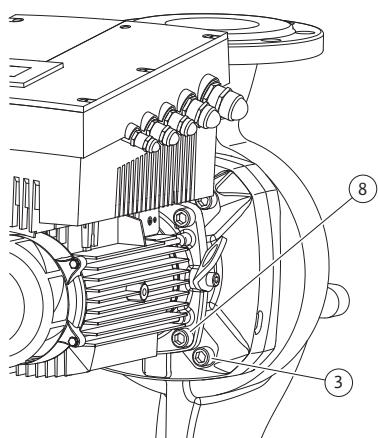

Fig. 52: Fijación opcional del juego de introducción
- Afloje los tornillos (Fig. 7, pos. 3) y retírelos. Los tornillos exteriores (Fig. 52, pos. 3) se retiran en función del modelo de bomba. A pesar de haber retirado los tornillos, el juego de introducción (véase la Fig. 13) sigue estando seguro en la carcasa de la bomba; tampoco existe peligro de vuelco si el eje del motor está en posición horizontal.
16. Según el modelo de bomba, afloje los tornillos (Fig. 7, pos. 10) o los tornillos (Fig. 52, pos. 8).